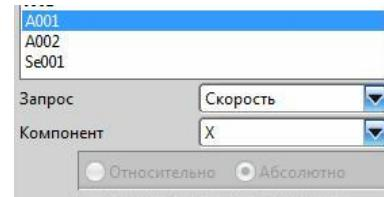

рис.47
- Обратите внимание на то, что когда вы строите графики для маркеров, то хоть и “бледно”, но система все-таки уточняет, что все координаты будут определяться в **абсолютной СК** (рис.47).